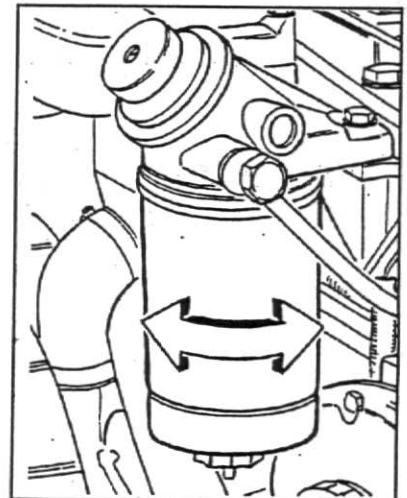

Fig. 2
2. Remova o elemento filtrante girando-o no sentido anti-horário, fig.2.